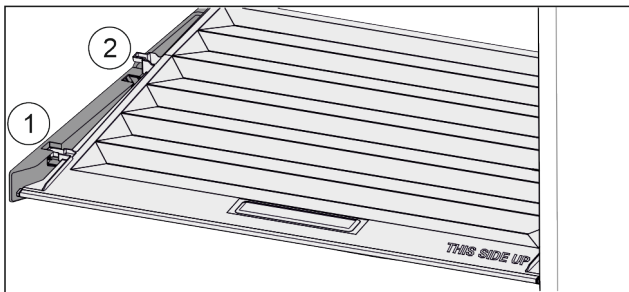

Fig. 87
- ▶ Deckel bis zur Öffnung in den Halteteilen nach vorne ziehen Fig. 87 (1).
- ▶ Hinten von unten anheben und nach oben wegnehmen Fig. 87 (2).